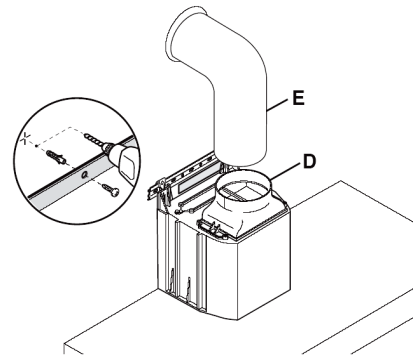

Fig. 3
Stap 3 (fig.3)
- Boor een gat en gebruik een plug met bijbehorende schroef in het corresponderende gat (afb.3) op de motorbox of vanuit de binnenkant van de afzuigkap
- De afvoerbuiskap (E) op de afvoer (D) aansluiten